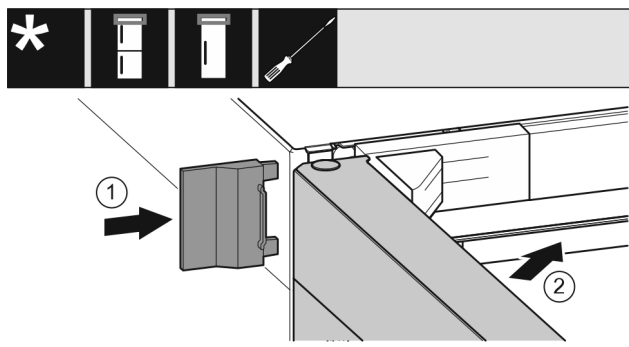

Fig. 21
- ▶ Nataknite vanjski poklopac Fig. 21 (1).
- ▶ Zatvorite gornja vrata Fig. 21 (2).